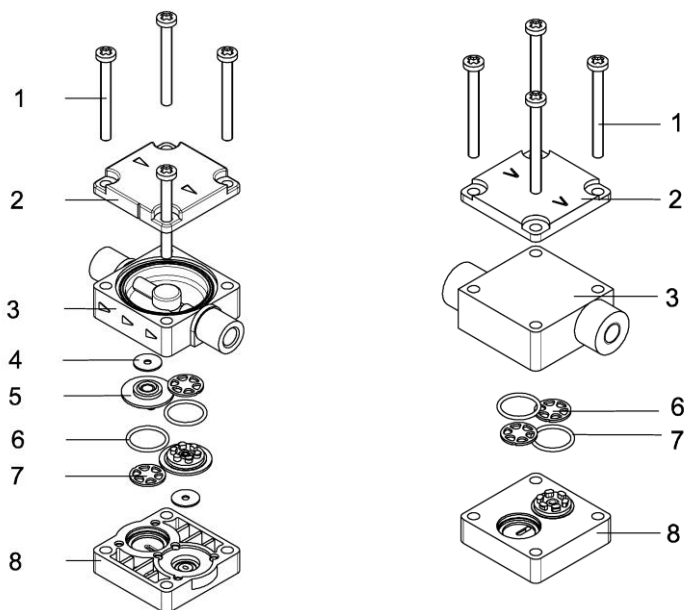

Fig. 66: Tête KT, TT
2. Rincer la plaque de connexion (3) et la culasse (8) et essuyer avec un chiffon doux. Sécher à l'air comprimé
3. Enlever soigneusement les sièges de clapet (5). Les disques d'étanchéité (4) ne sont pas présents sur la tête FT, voir Fig. 66
4. Retirer les joints toriques (6) et les disques de clapet (7).